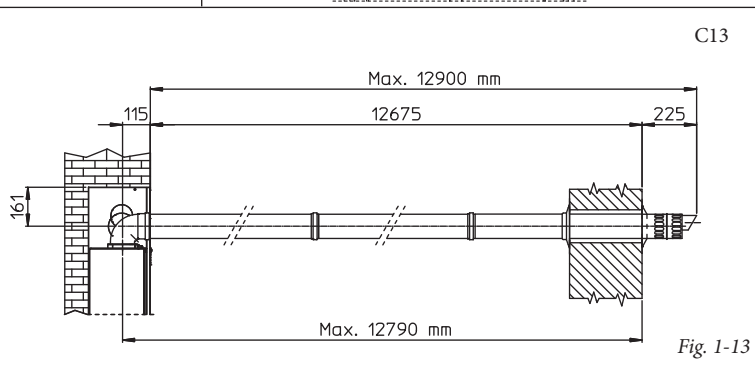

Fig. 1-13
- Prolunghe per kit orizzontale (Fig. 1-13). Il kit orizzontale di aspirazione-scarico Ø 60/100 può essere prolungato fino a una misura max. di 12,9 m orizzontali, compreso il terminale grigliato ed esclusa la curva concentrica in uscita dalla caldaia. Tale configurazione corrisponde ad un fattore di resistenza uguale a 100. In questi casi è necessario richiedere le apposite prolunghe.